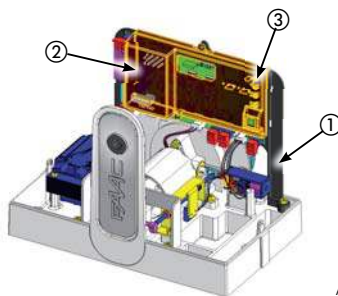

Abb. 18
Bei den Getriebemotoren sind die elektronischen Steuergeräte an einer Halterung (Abb. 18 Bez. ①) befestigt. Hierzu werden durchsichtige Deckel (Abb. 18 Bez. ②) benutzt.
Auf dem Deckel sind die Tasten zum Programmieren der Platte positioniert (Abb. 18 Bez. ③), wodurch eine Programmierung der Platte möglich ist, ohne dass hierzu der Deckel abgenommen werden muss.